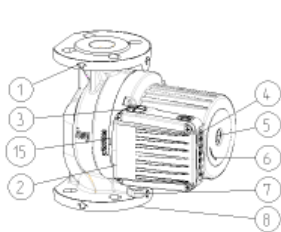
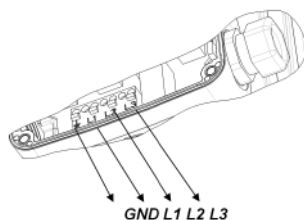

Рис. 1
Рис. 3
- насос устанавливается напрямую в трубопровод таким образом, чтобы ось насоса 1-1 была горизонтальной (рис. 3);
- направление потока воды через насос должно соответствовать направлению стрелки на корпусе насоса (рис. 1 – поз. 1);
- необходимо использовать фланцы для подключения NP 6/10 (рис. 1 – поз. 8);
- насосы LHN, LHNМ имеют одинарный гидравлический корпус (рис. 1 – поз. 8);
Гидравлический корпус насоса допускается изолировать только до прорези между мотором и гидравлическим корпусом. Отверстия для отведения конденсата необходимо оставить открытыми для обеспечения вывода конденсата из статорного отсека, данные отверстия необходимо оставлять открытыми и в системах обогрева, когда выполняется только термоизоляция гидравлического корпуса (рис. 1, 2, поз. 15). Корпус электромотора, на котором расположены отверстия для вывода конденсата, ни в коем случае не разрешается изолировать!
Провод подключения подключается через кабельный ввод M20 (рис. 1 – поз. 7).
Электрическое соединение насосов необходимо выполнить по соединительной схеме (рис. 3), которая отображена на нижней стороне крышки мотора. Перед этим необходимо отвинтить верхнюю крышку (рис. 1 – поз. 2).
В насосах типа LHN, LHNД (LHNМD, LHNМD) ротор работает в воде. Ротор установлен в специальных работающих на смазке водой подшипниках, поэтому перед вводом в эксплуатацию необходимо заполнить насос водой и откачать воздух. Для откачки воздуха из насоса необходимо удалить болт на обратной стороне электромотора (рис. 1 – поз. 5) - воздух начнет выходить через прорезь между валом мотора и подшипником. После того как начнет вытекать вода, необходимо закрыть вентили со стороны всасывания и со стороны нагнетания и запустить насос. При вращении вала насоса в обратном направлении начнет мигать красная лампочка встроенного индикатора. Насос оснащен опцией определения других ошибок, описанных в таблице ниже. Мигание красной лампочки сообщает номер ошибки. За последовательностью сигналов следует длинный интервал, количество сигналов между двумя интервалами является кодом ошибки.
Каждый насос может охватывать гидродинамические поля трех типов насосов. Для этих целей в насосах установлены трехскоростные электромоторы. Для выбора необходимой скорости (3, 2, 1) на насосе установлена кнопка (рис. 1 – поз. 4), при нажатии которой переключаются скорости.
- отверткой (рис. 1 – поз. 5), которую необходимо установить в прорезь на валу, крутить вал до тех пор, пока он не начнет свободно вращаться;